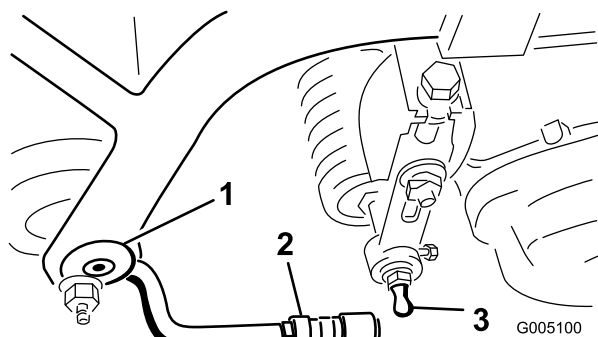

Figure 7
2. Placez une rotule à chaque extrémité du rouleau avant sur les plateaux de coupe (Figure 7).
4. Repoussez la gaine sur la rotule et tournez le bras de traction vers le bas pour que la douille s'adapte sur la sphère. Relâchez la gaine pour qu'elle vienne recouvrir le goujon et solidarise les ensembles (Figure 7).